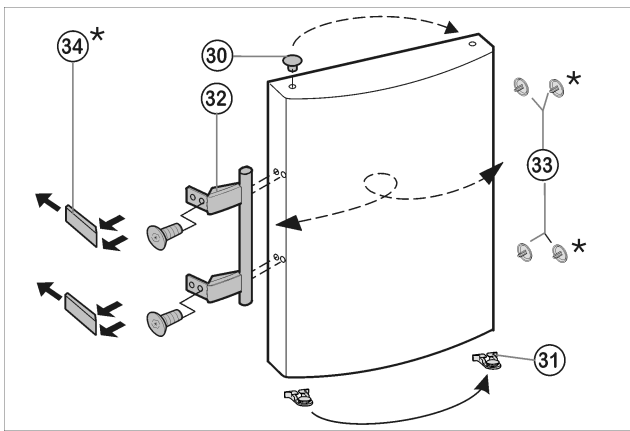

Fig. 8
- ▶ Stopfen *Fig. 8 (30)* aus der Türlagerbuchse herausheben und umsetzen.
- ▶ Türgriff *Fig. 8 (32)*, Stopfen *Fig. 8 (33)* und Druckplatten* *Fig. 8 (34)* abmontieren und auf die Gegenseite umsetzen.